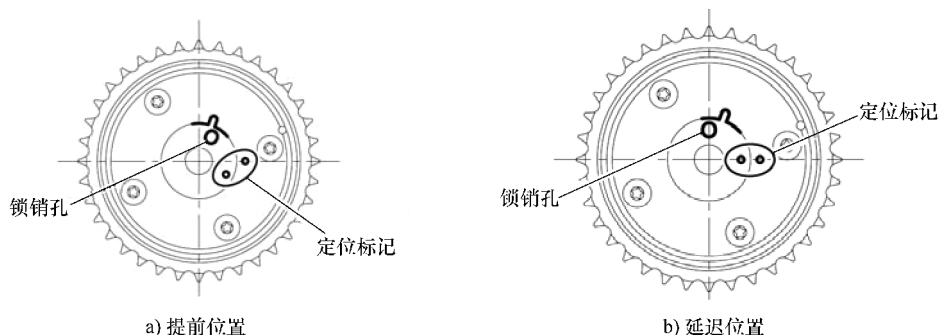

图 12-14 凸轮轴正时齿轮位置
① 如果凸缘螺栓在锁销仍然被锁定时拆卸，水平力便被施加在锁销上，从而可能损坏锁销。
② 仅拆卸凸缘螺栓，不要拆解正时齿轮。
5) 检查凸轮轴正时齿轮位置，如图 12-14 所示。